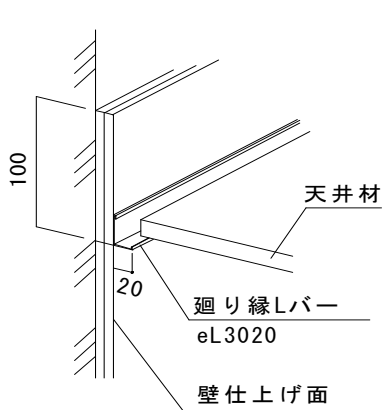

図2-3 壁面の仕上がり
- ①壁面、柱面が天井面より 100 mm 程度上方まで仕上げている事を確認します。(図 2-3 参照)
- ②基準墨により廻り縁Lバーの上端 (CH+27mm) 位置に墨を打ちます。
- ③墨に合わせて廻り縁Lバーを 600mm ピッチ程度でビスにて固定します。